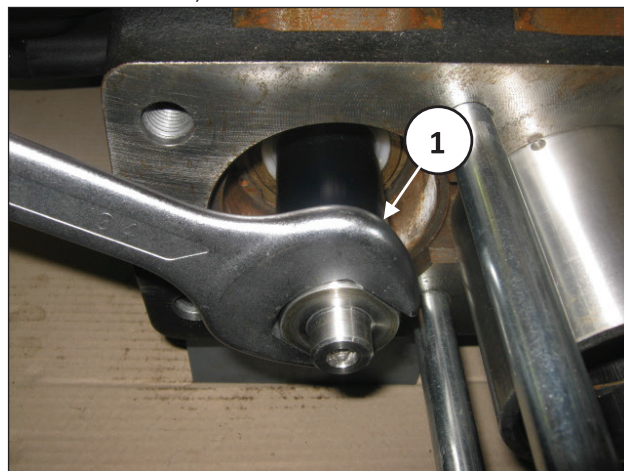

Рис. 128
После снятия торца высвободите распорные элементы, как показано в поз. ①, Рис. 128.